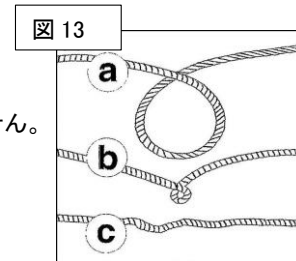

図 13
5. **ワイヤーロープのよじれやもつれは未然に防いでください。(図13)**